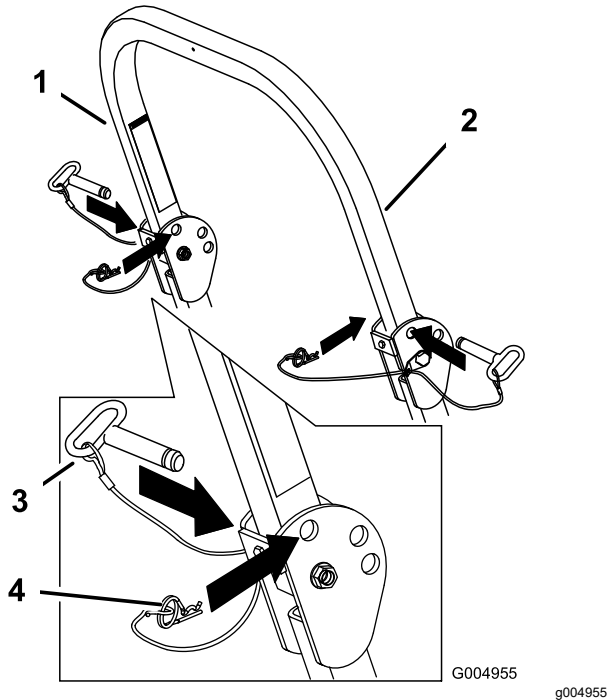

Bild 5
1. Entfernen Sie die Splints und die zwei Stifte (Bild 5).
3. Setzen Sie die zwei Stifte ein und befestigen sie mit den zwei Splints (Bild 5).
2. Richten Sie den Überrollbügel ganz auf, setzen Sie die zwei Stifte ein und befestigen Sie die Stifte mit den Splints (Bild 5).